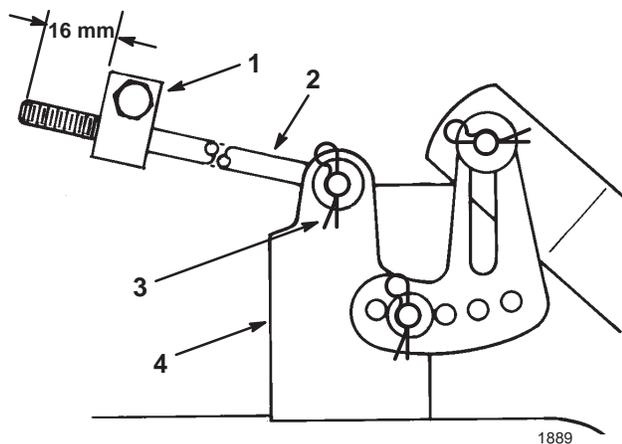

Figure 50
5. Mesurez la longueur de tige qui dépasse de l'avant du bloc de réglage sur les côtés du châssis (Fig. 50). Si la longueur n'est pas égale à 16 mm, enlevez la goupille fendue et la rondelle de l'extrémité de la tige (Fig. 50), puis vissez ou dévissez la tige jusqu'à obtention de la longueur requise. Introduisez alors l'extrémité de la tige dans le support du plateau et fixez-la à l'aide de la rondelle et de la goupille fendue. Répétez la procédure de l'autre côté de la tondeuse.